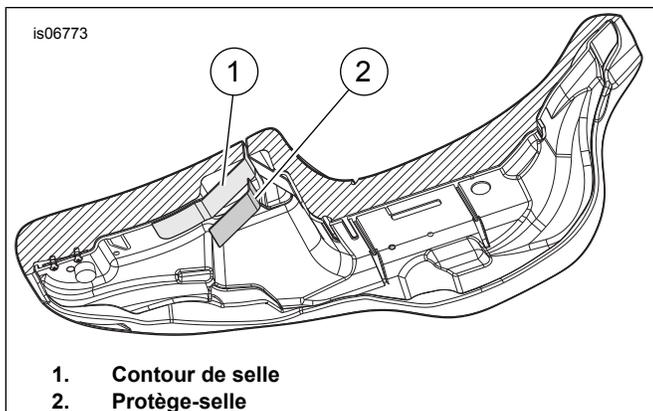

Figure 9. Dessous de siège
13. Voir Figure 9 . Noter la forme de la surface que le protège-selle (2) va couvrir et mettre délicatement en forme le protège-selle pour qu'il épouse les contours de la selle (1).